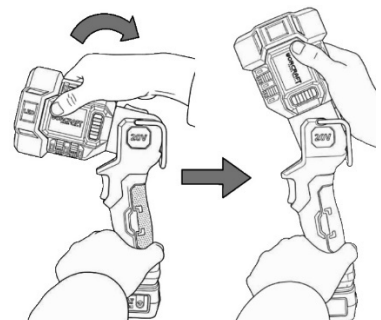

Рисунок 4
2.3.3 Конструкція виробу дозволяє регулювати кут нахилу світлодіодної головки (2 або 6) у вертикальній площині в діапазоні 0–90°. Залежно від умов роботи можна обрати одне з шести фіксованих положень для спрямування світлового променя у потрібному напрямку (дивіться рисунок 4).